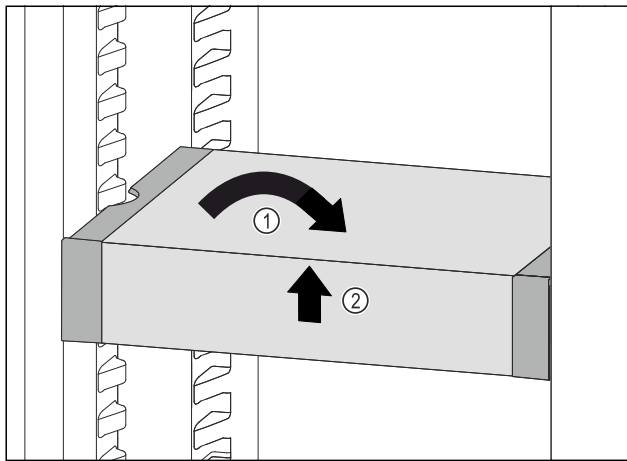

Fig. 90
- VarioSafe gerade stellen. Fig. 90 (1)
- VarioSafe vorne anheben. Fig. 90 (2)